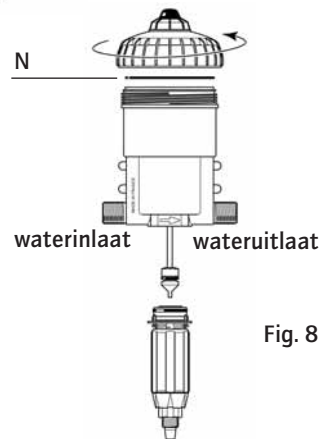

Fig. 8
- De DOSATRON kan nu weer in elkaar gezet worden, (eerst dekselpakking schoonmaken fig.8-N)